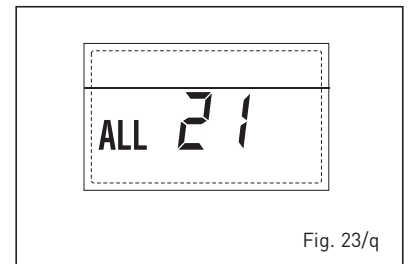

Fig. 23/q
**- INTERVENCIÓN TERMOSTATO DE SEGURIDAD SEGUNDA ZONA MEZCLADA "ALL 22" (fig. 23/r)**